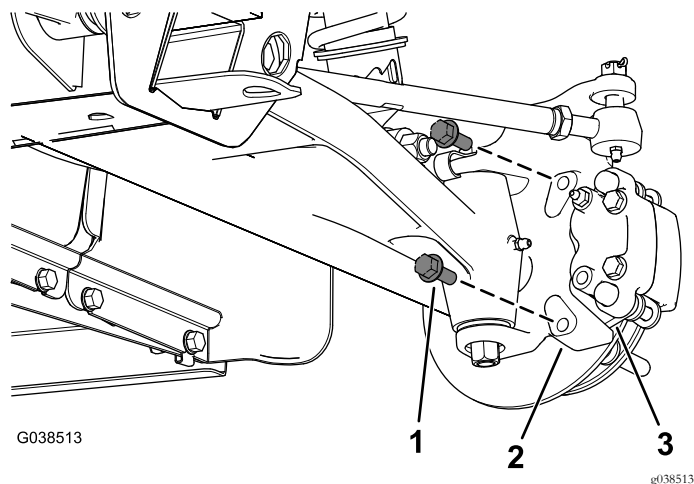

図 4
4. ブレーキキャリパアセンブリ用のブラケットをスピンドルに固定しているフランジヘッドボルト3/8 x 1 インチを外してスピンドルからブレーキキャリパアセンブリを取り外す 図 4。
9. スピンドルに新しいブレーキキャリパアセンブリを取り付けるフランジヘッドボルト $3/8 \times 1$ インチ2本で 図 4 のように取り付ける。